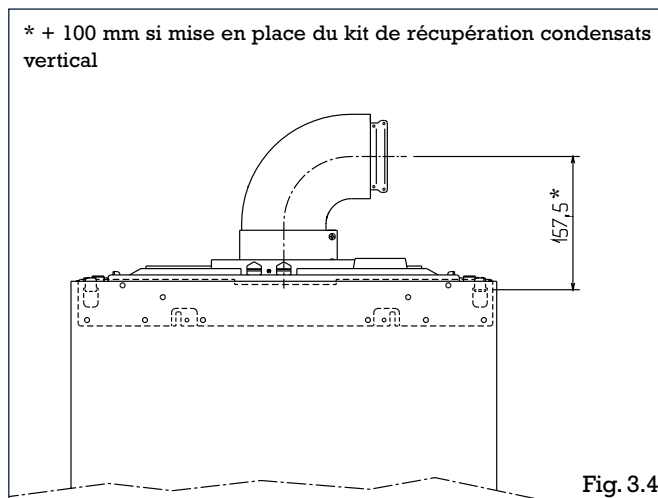

Fig. 3.4
- déterminer l'emplacement de la sortie ventouse par rapport à la chaudière (fig.3.4);